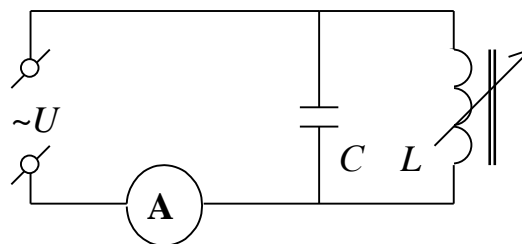

Рис.9
1. Соберите электрическую цепь по схеме рис.9. Сначала рекомендуется включить конденсатор  $C_2=15$  мкФ.